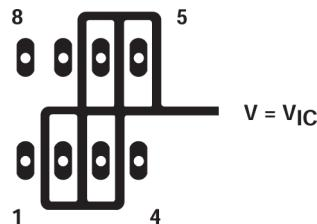
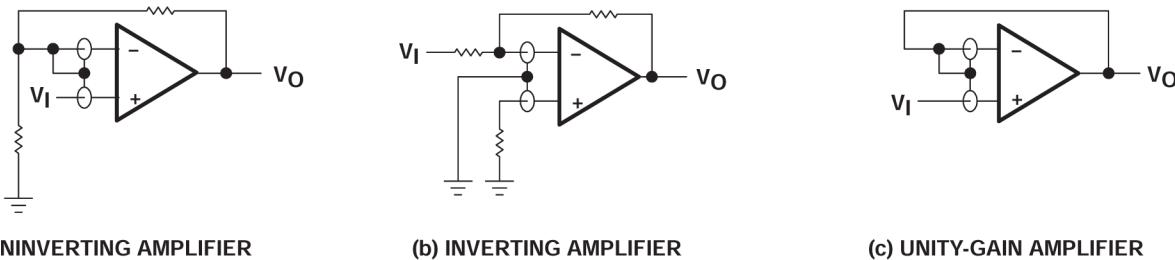

図 6-4. デバイス入力周辺絶縁金属 (P パッケージ)
図 7-5. ガードリング方式
1. 他の潜在的なリーク源からデバイスを絶縁します。デバイス入力の周囲および間には、接地されたシールドを使用します(図 6-4 を参照)。入力に流れる可能性のあるリーク電流はシャントされます。
入力インピーダンスが非常に高く、バイアス電流要件も低いため、TLC27Lx は低レベルの信号処理用に最適です。ただし、プリント基板とソケットでのリーク電流がバイアス電流要件を容易に上回ることがあり、デバイス性能の低下を招く可能性があります。ベストプラクティスとして、入力の周囲にガードリングを配置します（「パラメータ測定情報」セクションの 図 6-4 のものと同様）。これらの保護は、同相入力と同じ電圧レベルで低インピーダンスのソースから駆動します（図 7-5 を参照）。